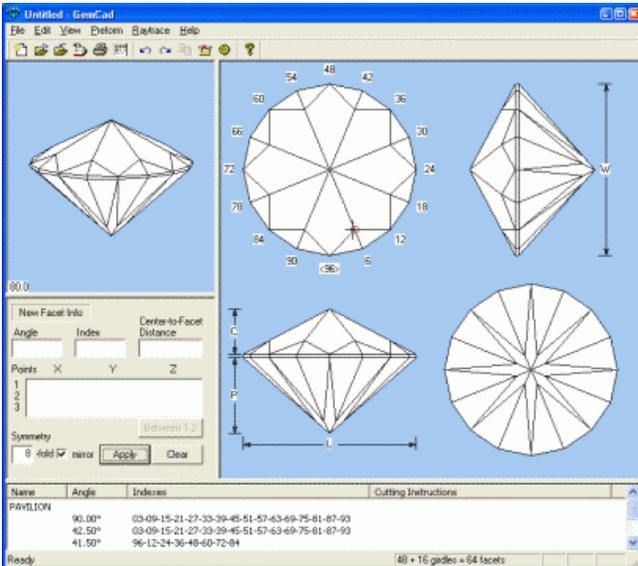

Bild 5
19. Schritt Cursor positionieren wie in Bild 5, linke Maustaste drücken